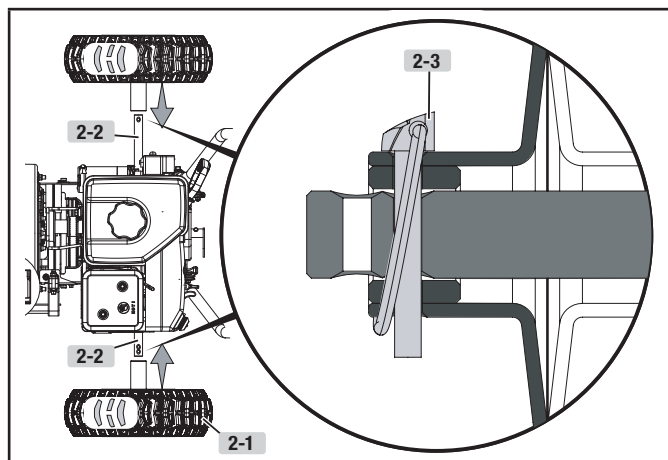

Figure 2
1. Glissez la roue (2-1) sur l'essieu (2-2) dans la direction indiquée par la flèche. La sculpture doit faire face vers l'avant. Mettez la goupille (2-3) dans la roue. L'essieu contient un trou central permettant de fixer la roue à l'essieu (qui est relié à la transmission). Une fois la goupille insérée, pliez l'anneau autour de l'essieu pour la maintenir en place. (figure 2)